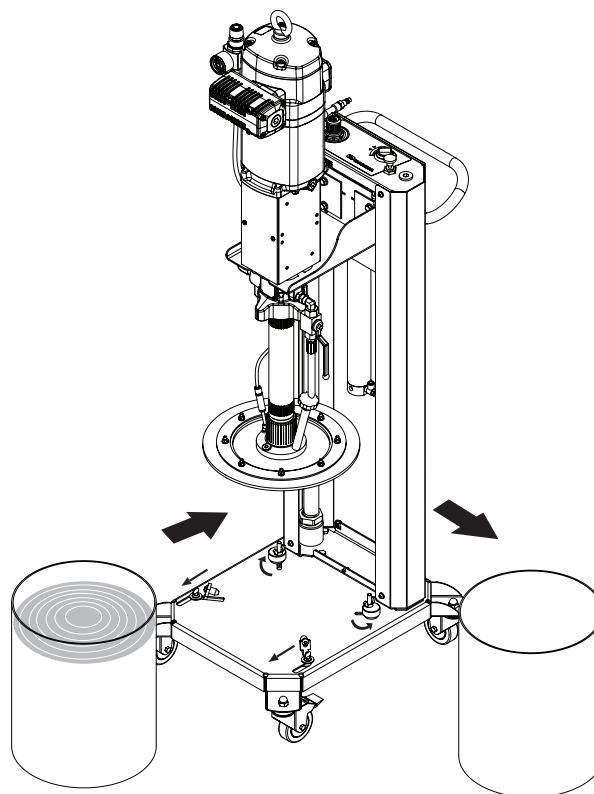

Abb. 12
- Öffnen Sie die Eimerverschlüsse (Abb. 12).
- Ersetzen Sie den Eimer gemäß den vorherigen Anweisungen (Abb. 12).